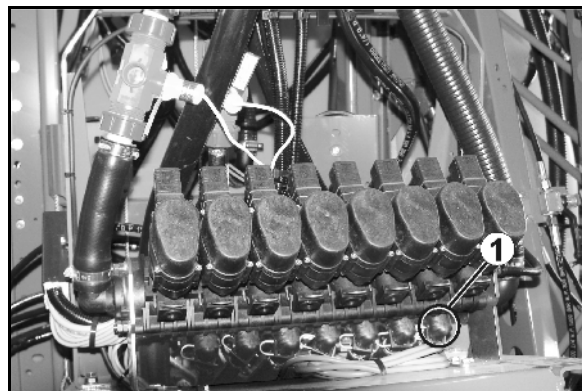

Fig. 158
Contrôlez de temps en temps le bon fonctionnement de la trappe (Fig. 158/7).
- Pour ce faire, insérez la trappe dans le corps de buse (Fig. 158/2) autant que possible en utilisant une force moyenne du pouce.
1. Introduisez par la bas le filtre de la buse (Fig. 158/1) à l'intérieur du corps de buse (Fig. 158/2).
2. Placez la buse (Fig. 158/3) dans l'écrou à baïonnette (Fig. 158/4)
3. Placez le joint caoutchouc (Fig. 158/5) au-dessus de la buse.
Des dépôts de produit dans le logement de membrane (Fig. 158/6) sont à l'origine d'une coupure des buses défectueuse (**gouttage**) en cas d'arrêt de l'alimentation de la rampe. Nettoyez alors la membrane en question comme suit :
1. Retirez la trappe (Fig. 158/7) du corps de buse (Fig. 158/2) en la faisant coulisser en direction de l'écrou à baïonnette.
2. Retirez l'élément à ressort (Fig. 158/8) et la membrane (Fig. 158/9).
3. Nettoyez le logement de la membrane (Fig. 158/6).
Vérifiez que l'élément à ressort est monté dans le bon sens. Les bords droit et gauche décalés et remontant sur le carter de l'élément à ressort (Fig. 158/10) doivent remonter vers le profil de la rampe lors de la repose.